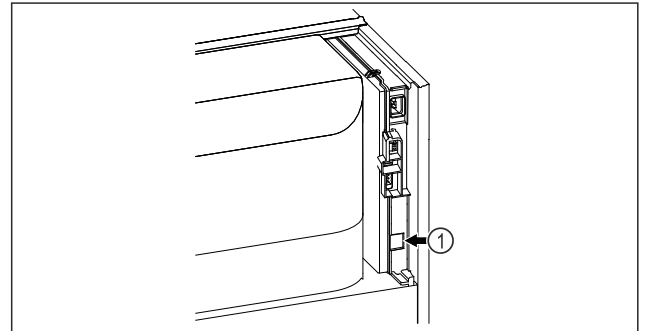

Fig. 146
- SmartModule Fig. 146 (1) встановлено.